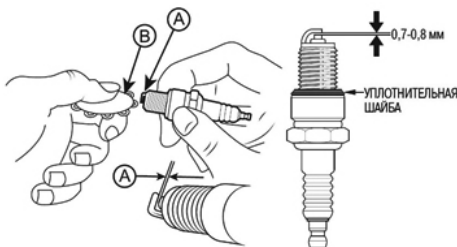

Рис. 20 Проверка зазора между электродами
4. Измерьте зазор А между электродами свечи зажигания специальным щупом В. Зазор А должен быть 0,7-0,8 мм (Рис. 20). При увеличении или уменьшении требуемого зазора, рекомендуется заменить свечу, так как регулировка зазора может привести к изменению качества искрообразования.